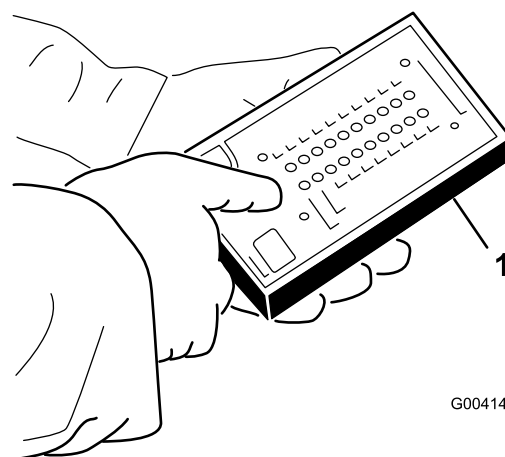

Figura 39
5. Ligue o conector do visor ACE de diagnóstico ao conector de fios (Figura 39).